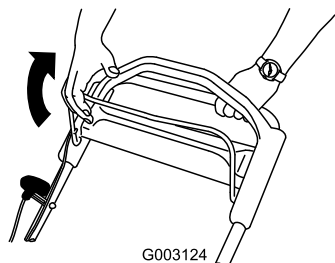

Figure 24
2. Serrez la barre de commande de la lame contre le guidon (Figure 24).